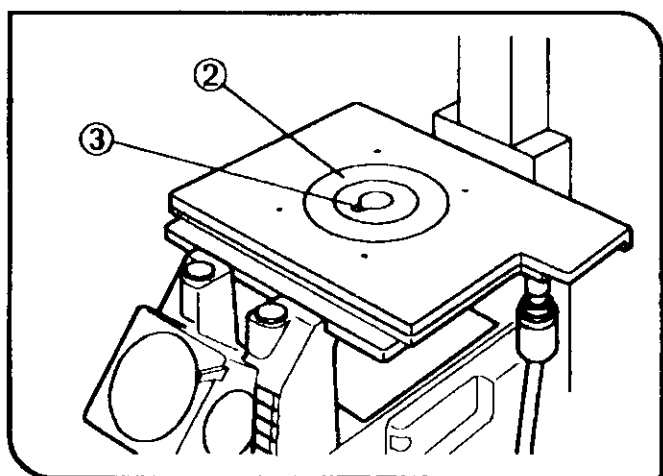

图 85
- 3. 将载物台中心板(2)插入载物台。(图 85)
- ◎ 为了便于确认载物台前透镜的位置，便于使用油镜时加油，转动载物台中心板，将锁孔面向前方。(图 85)